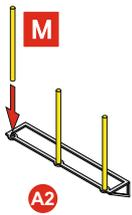

Fig. 3
3) Preparare la mensola A2 piegando le alette laterali e saldando tre spezzoni di tondino M come mostrato in fig. 3 . Per l'operazione ci si può aiutare inserendo i tre tondini nei fori predisposti nel pezzo C al di sotto la parte C1 Questa parte simula gli scaricatori di sicurezza delle linee Alta Tensione. la parte prende il nome As3. Questa parte può essere montata su uno qualsiasi dei quattro lati della cabina a seconda delle vostre esigenze.